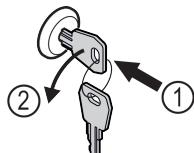

Fig. 160
- Πιέστε μέσα το κλειδί. Fig. 160 (1)
- Περιστρέψτε το κλειδί 90° αριστερόστροφα. Fig. 160 (2)